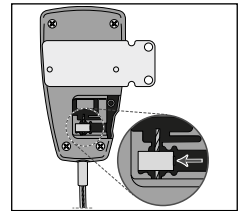

Fig. 9
11. Schuif het kabel eindblokje terug over de binnenkabel en plaats het blokje terug in de daarvoor bestemde uitsparing in de satelliet (zie fig. 9).